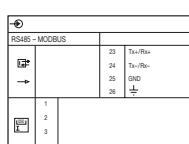

Bild 3
- leeres Typenschild** (Bild 3), zum Eintragen der programmierten Daten